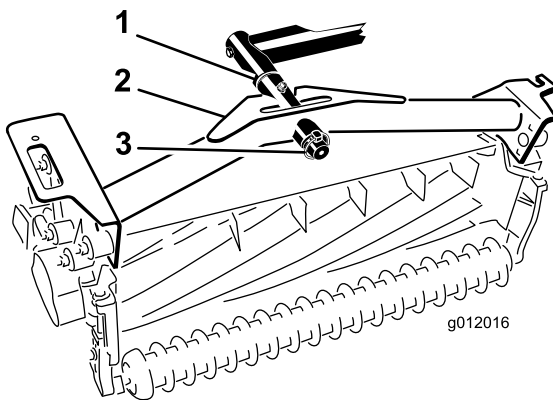

Bild 20
2. Schieben Sie den Trägersrahmen des Mähwerks auf die Gelenkstange und befestigen sie mit einem Klappstecker (Bild 20).